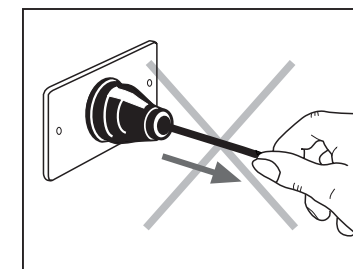

Fig. 2
• Non tirare il cavo di alimentazione o l'apparecchio stesso per togliere la spina dalla presa di corrente (Fig. 2)